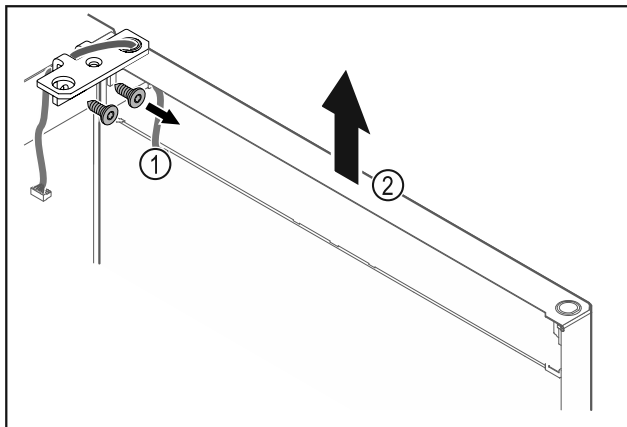

Fig. 17
- Odšroubujte úhelník závěsu Fig. 17 (1).
- Zvedněte dvířka včetně úhelníku závěsu Fig. 17 (2) přibližně 200 mm rovně směrem nahoru a vyjměte je.